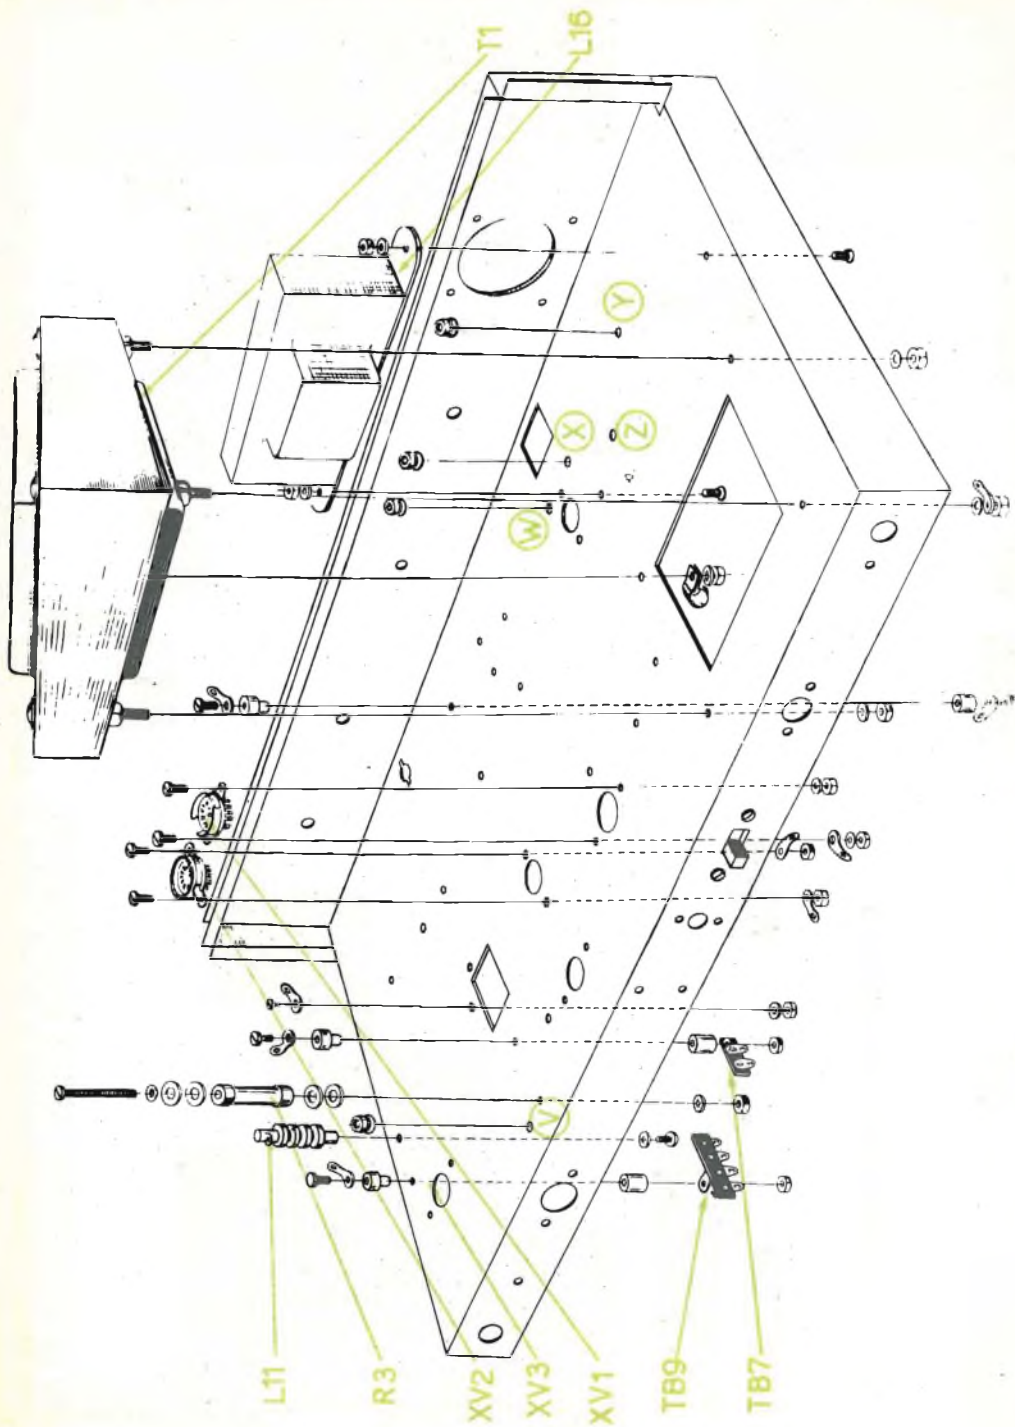

Fig. 2A - Montaggio dei componenti sulla parte superiore del telaio.
Montaggio dei componenti sulla parte superiore del telaio (fig. 2A)
- 3 - Tre isolatori ceramici passanti forniti con la scatola di montaggio comprendono due parti ognuno. Una più larga, cava, con diametro esterno di circa 12,5 mm, la seconda con un gradino più piccolo che misura circa 8 mm. Questa parte va infilata nei tre fori del telaio predisposti come a fig. 2A. Quasi davanti allo zoccolo XV3 (valvola 6146) nel foro da 8 mm., inserire la seconda parte ceramica sotto il telaio sovrapporre la prima, passare una vite da 6/32 lunga circa 2 cm. dopo aver infilato un capo-corda. Stringere il tutto con dado da 6/32 dopo aver inserito il terminale isolato TB9 dall'altra parte, sotto lo schassis.